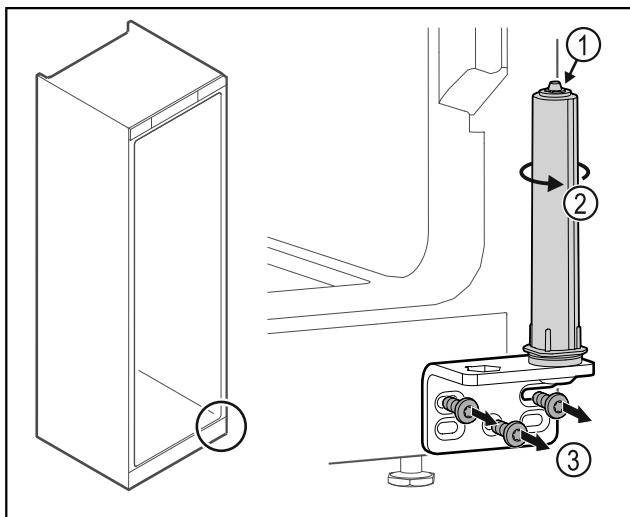

Fig. 28
Nerozoberajte systém zatvárania dverí Fig. 28 (1).
- Otačajte systém zatvárania Fig. 28 (2), kým nezavakne.
- Odskrutkujte uholník závesu Fig. 28 (3).